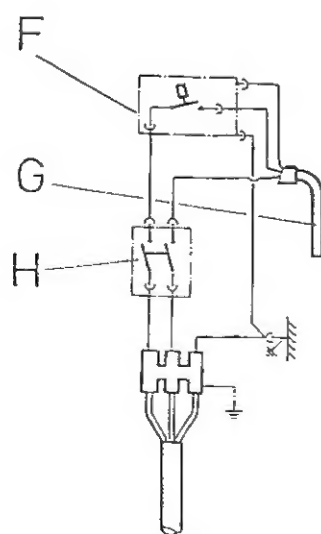

Fig. 9
- B Ledepate, se fig. 9
Skjema for 230 V: fig. 9